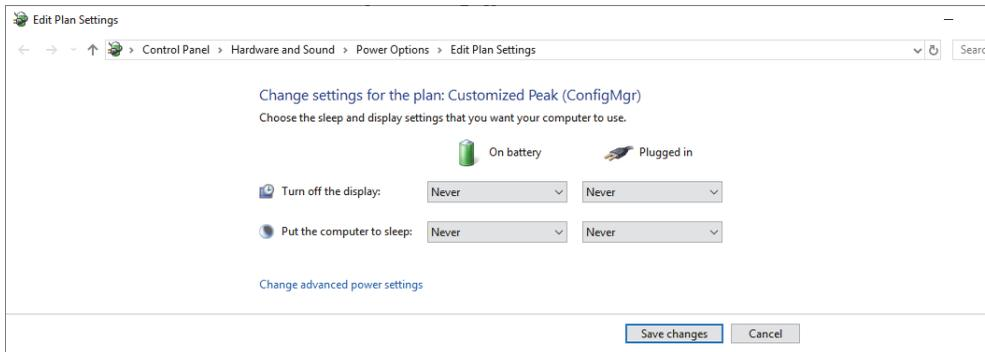

Figura 4-1 Cuadro de diálogo Edit Plan Settings (Editar la configuración del plan)
- b) En el cuadro de diálogo **Edit Plan Settings** (Editar la configuración del plan), seleccione **Never** (Nunca) para **Turn off the display** (Apagar la pantalla) y **Put the computer to sleep** (Poner el PC en modo de hibernación) [ver Figura 4-1 en la página 46].